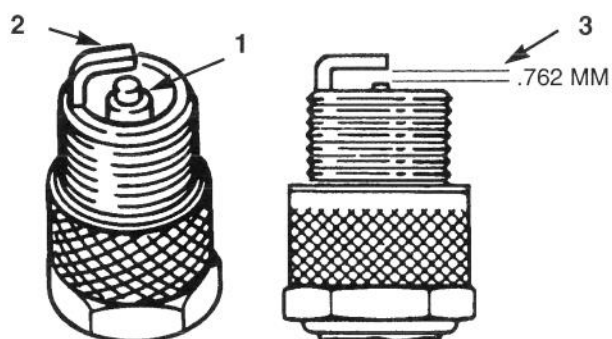

Figure 23
1. Examiner le centre de la bougie (Fig. 23). Si l'isolateur est légèrement marron ou gris, alors le moteur fonctionne correctement. Si l'isolateur est recouvert d'une couche noire, alors le filtre à air est encrassé.
2. Contrôler l'écartement entre les électrodes centrale et latérale (Fig. 23). Plier l'électrode latérale (Fig. 23) pour rectifier l'écartement le cas échéant.